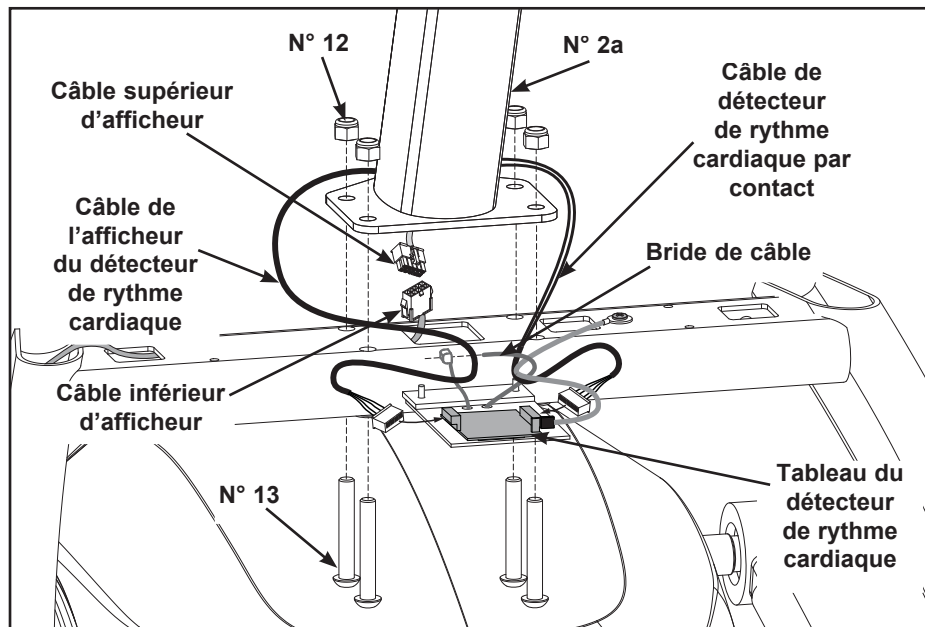

Figure 5 (750A)
- A. Repérez le câble supérieur de l'afficheur et raccordez-le au câble inférieur de l'afficheur. Reportez-vous à la figure 5.
- B. Repérez le câble du détecteur de rythme cardiaque par contact et branchez-le dans le tableau du détecteur. Reportez-vous à la figure 5.
- C. Branchez le câble de l'afficheur du rythme cardiaque (que vous avez fait passer dans le support de la console à l'étape 8C) dans le tableau du détecteur. **REMARQUE** : Assurez-vous que les connecteurs de câble sont solidement fixés. Serrez la bride de câble. Reportez-vous à la figure 5.
- A. Repérez quatre contre-écrous en nylon (n° 12) et quatre vis de blocage à tête ronde 0,375-16 x 2,25 (n° 13). Reportez-vous à la figure 5.
- C. Insérez (de par en-dessous) les quatre vis de blocage à tête ronde 0,375-16 x 2,25 (n° 13). Enfilez à la main les quatre contre-écrous en nylon 0,375-16 (n° 12) dans leur emplacement. Reportez-vous à la figure 5. Ne les serrez pas pour le moment.